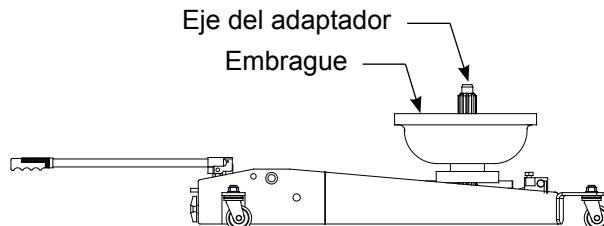

Figura 2: ilustración de la posición más baja con embrague
Asegúrese de que el eje del adaptador esté en posición vertical y que el gato esté completamente bajo antes del transporte, como se muestra en la Figura 2.
1. Para cargar un embrague al gato y descargarlo, asegúrese de que el eje del adaptador esté en posición vertical, como se muestra en la Figura 2.